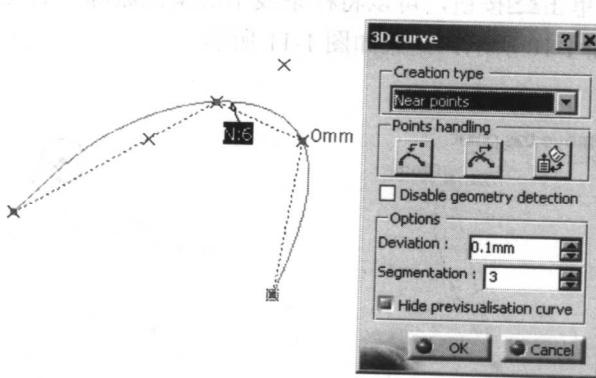

图 1-6
- Near points 是选择一系列点, 在用户设定的误差范围内建立样条线, 如图 1-6 所示。